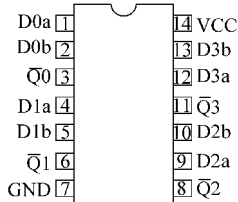

图 4-115 常用门电路 74F00 引脚配置
1) 使用指针式万用表开路检测电路中的门电路的方法。检测前首先应将待测门电路从电路板上卸下，并对其引脚进行清洁。清洁完成后即可进行测量。现以笔记本电脑常用门电路 74F00（其引脚配置见图 4-115）为例，介绍使用指针式万用表对其进行检测的步骤。
① 首先将指针万用表的功能旋钮旋至“ $R \times 1k$ ”挡，然后将两表笔短接，并进行调零。再将万用表的黑表笔接门电路的⑦脚（接地脚），红表笔接门电路的①脚，测量其阻值，此时万用表的指针指向 5.5 处。
② 接下来将红表笔接门电路②脚，黑表笔不动，测量其阻值，此时万用表的指针指向 5.4 处。再将红表笔接③脚，黑表笔不动，测量其阻值，此时万用表的指针指向 5.2 处。将万用表的红表笔接④脚，黑表笔不动，测量其阻值，此时万用表的指针指向 5.4 处。